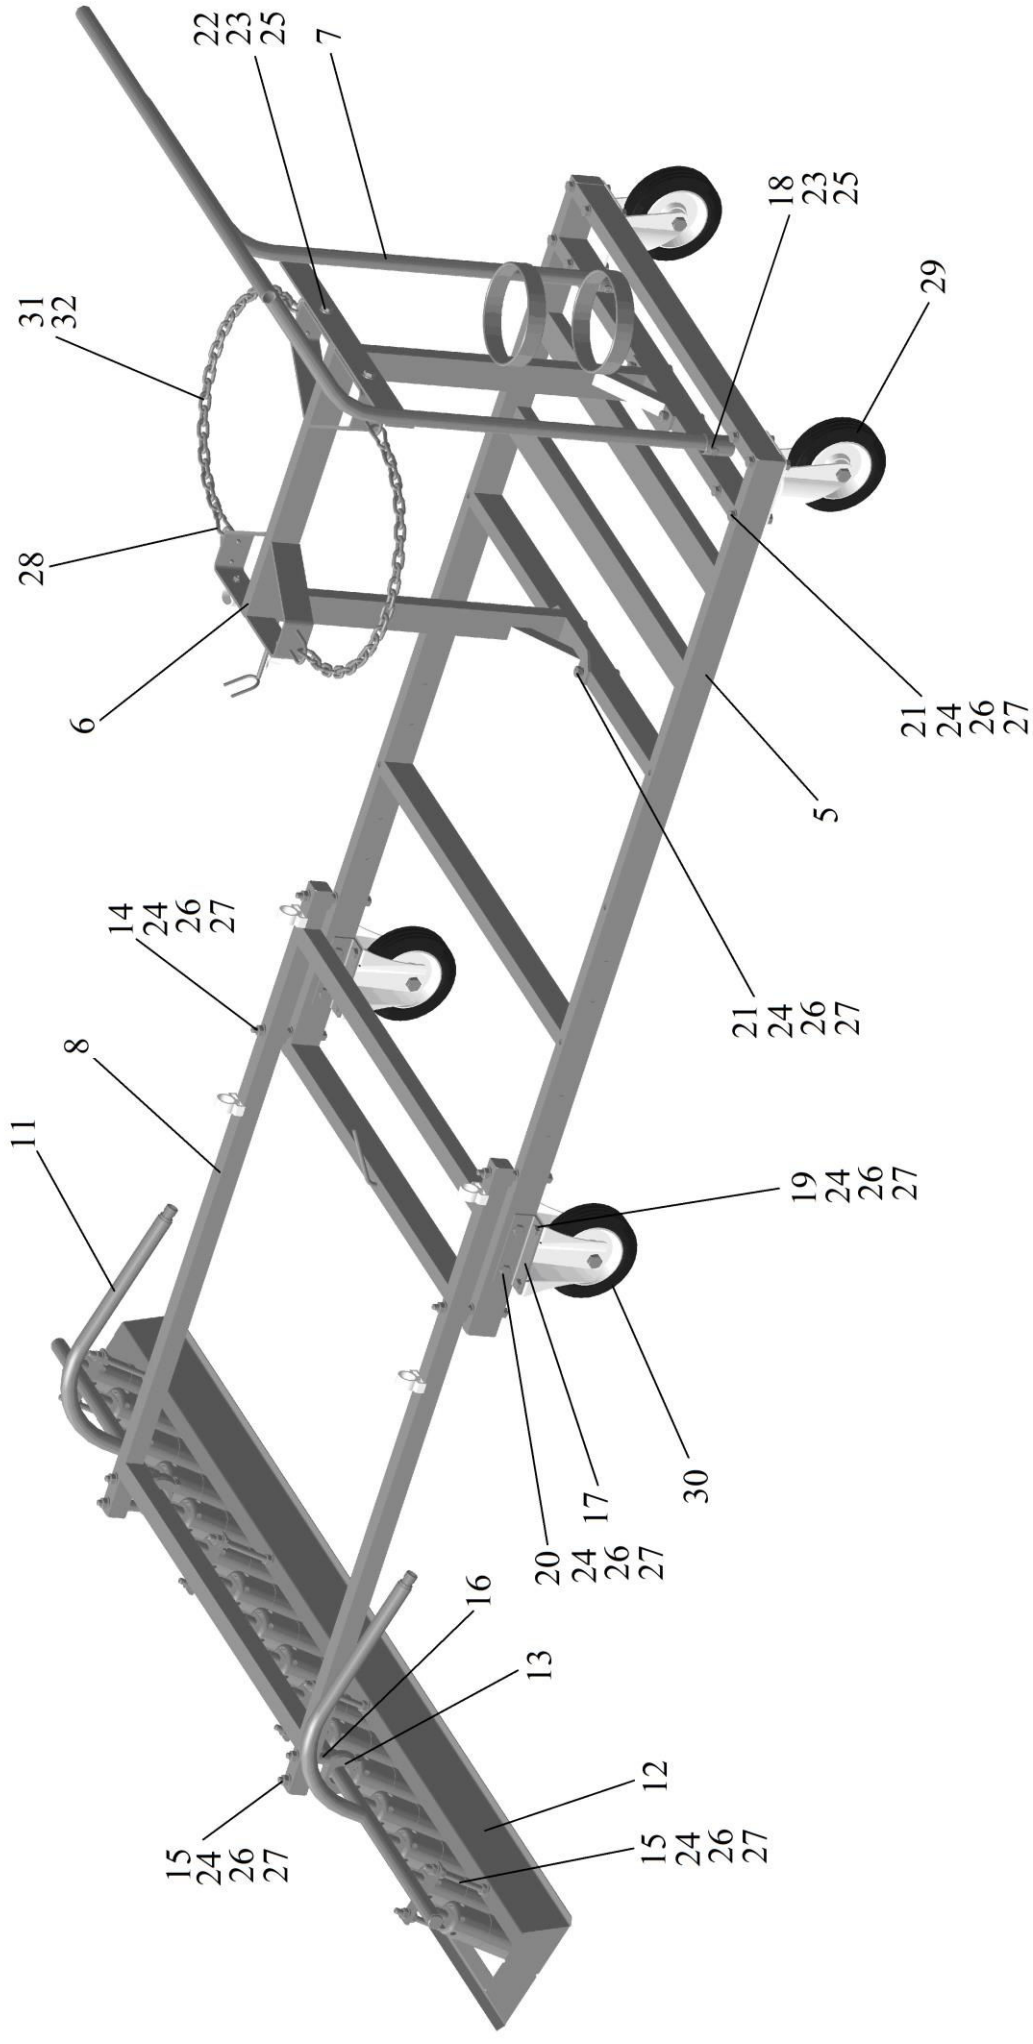

Рис.2 Тележка установки ГВ-Л1500 с горелкой
4.5 Порядок сборки установки ГВ-Л1500 (см. рис.2, Приложение А).